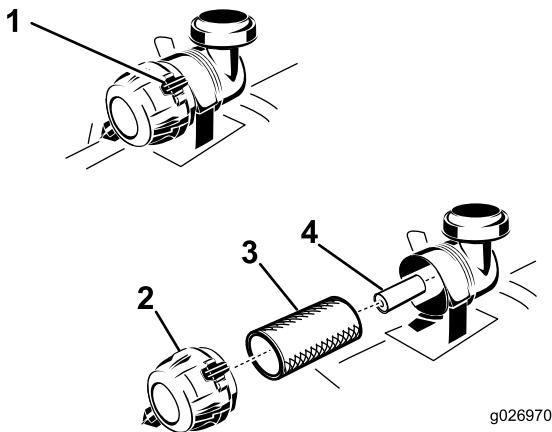

Figure 42
3. Appuyez sur les attaches du filtre à air pour les ouvrir et détachez le couvercle du corps du filtre à air (Figure 42).
5. Sortez le préfiltre du corps du filtre avec précaution (Figure 42). Évitez de cogner l'élément à l'intérieur du corps.
1. Ne nettoyez pas l'élément en papier, remplacez-le (Figure 42).
2. Si vous remplacez l'élément secondaire, insérez-le avec précaution dans le corps du filtre (Figure 42).
3. Placez ensuite le préfiltre sur l'élément secondaire avec le même soin (Figure 42).
5. Montez le couvercle, reniflant en bas, et tournez-le pour que les attaches verrouillent le couvercle en place (Figure 42).